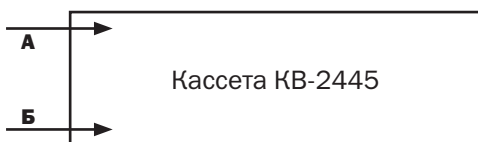

Рисунок 2
- 2 Вариант ввода ОМ (ОВ) на кассету показан на схеме (рисунок 2).